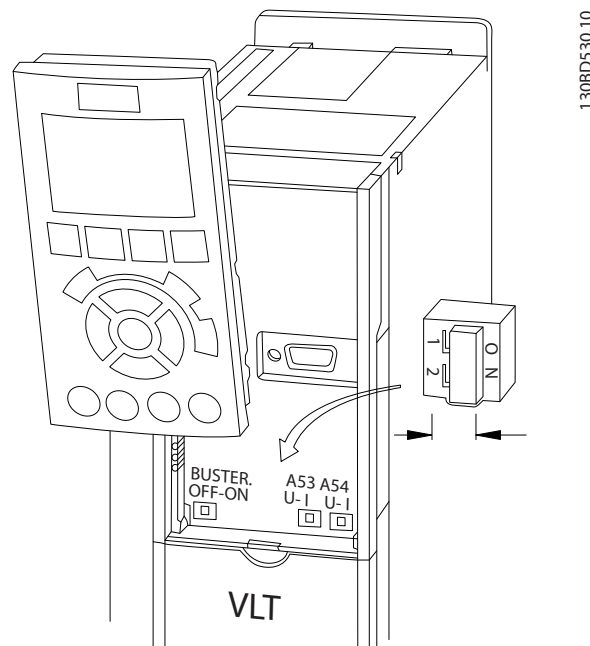

Рисунок 4.10 Расположение переключателей клемм 53 и 54
1. Снимите панель местного управления (см. Рисунок 4.10).